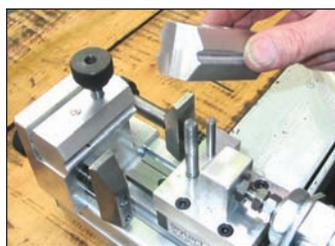

Figura 1
4. Seleccione los útiles de perfil que se adapten al perfil de correa que se va a unir. Los perfiles están marcados claramente en la parte superior de cada útil. Retire las tuercas de fijación negras de la parte superior de la sujeción de soldado. Monte el útil de perfil seleccionado en su posición, colocándolo sobre las clavijas (véase la figura 1). Los útiles de perfiles redondos constan de dos piezas y los de perfiles trapezoidales, de tres. En los útiles de perfiles trapezoidales, monte dos piezas en la parte trasera y una en la delantera. Asegúrese de que el perfil requerido esté orientado hacia dentro y de que perfiles idénticos estén orientados unos frente a los otros.